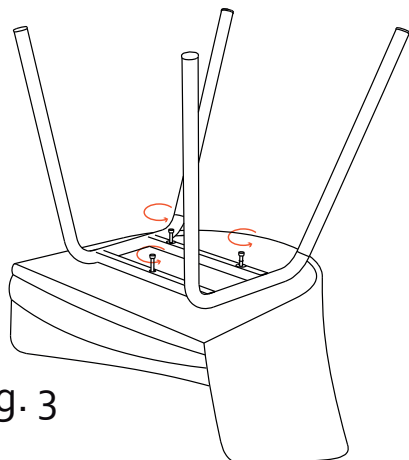

Fig. 3
4. Con ayuda de la llave bristol, ajuste poco a poco los tornillos de forma simultánea y totalmente perpendiculares a la superficie. Es importante que ajuste los 3 tornillos de forma paralela evitando que la estructura metálica se mueva e impida un ensamble exitoso. (Fig. 3)